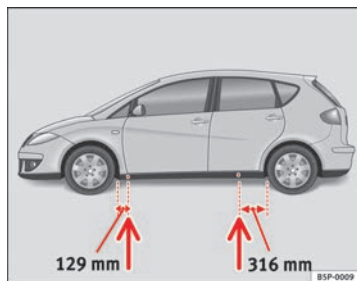

Abb. 176 Aufnahme-
- Suchen Sie den Aufnahmepunkt am Unterholm, der dem zu wechselnden Rad am nächsten liegt ⇒ Abb. 176.
Am Unterholm kennzeichnen jeweils vorn und hinten Eindrückungen die Stellen, an denen der Wagenheber angesetzt werden darf ⇒ Abb. 176. Es gibt für jedes Rad genau eine Stelle. An anderen Stellen darf der Wagenheber nicht angesetzt werden.